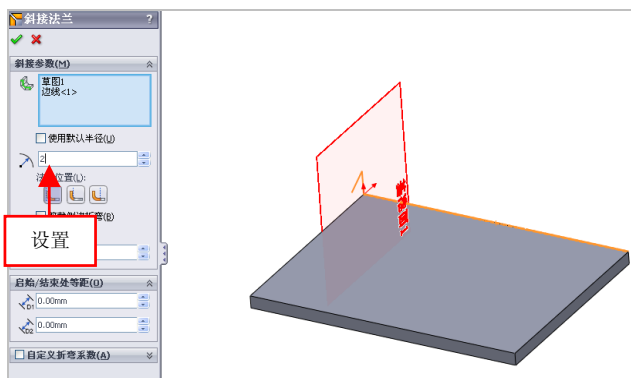

图 9-14 设置参数值
(5) 退出草图绘制环境，弹出【斜接法兰】属性管理器，取消选中【使用默认半径】复选框，设置【折弯半径】为 2，如图 9-14 所示。